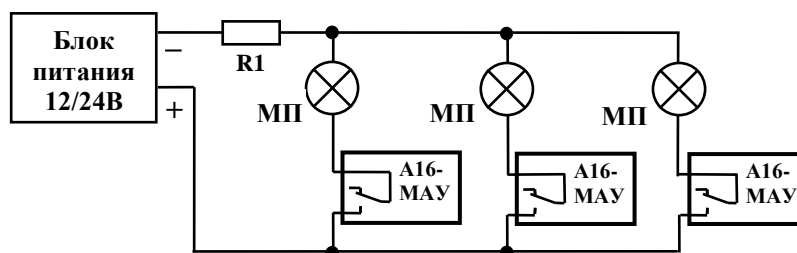

Рис.5. Схема подключения модулей пожаротушения ("МП") с контролем исправности цепи каждого модуля и с веерным включением модулей.
6.1.21. При питании нескольких групп модулей от единого источника возможно организовать их веерное включение. Для этого шлейф с модулями пожаротушения необходимо подключить непосредственно к источнику питания через ограничительный резистор R1 (рис.5), а модулям А16-МАУ задать время задержки включения таким образом, чтобы их включение осуществлялось поочередно.